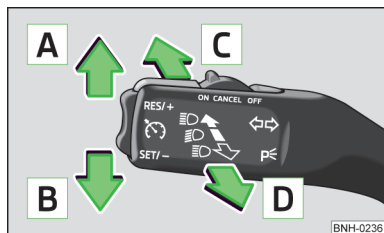

Fig. 37
- Tirar de la palanca del intermitente (» fig. 37 de la página 58) hacia el volante, desplazar hacia abajo y mantener en esta posición.
- Tirar de la palanca del intermitente (» fig. 37 de la página 58) hacia el volante, desplazar hacia arriba y mantener en esta posición.